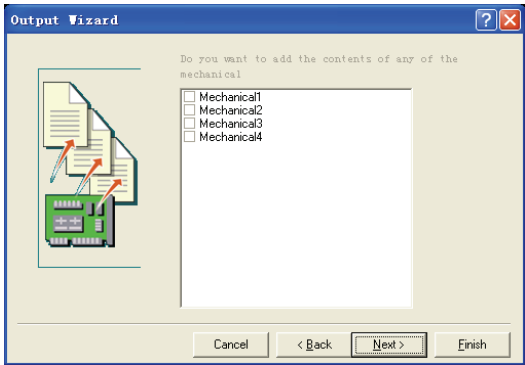

图 6-122 是否增加其他层到 Gerber 文件
9) 单击“Next”按钮后，系统将弹出如图 6-122 所示的是否增加其他层到 Gerber 文件对话框，指定是否增加其他层到输出的 Gerber 文件。